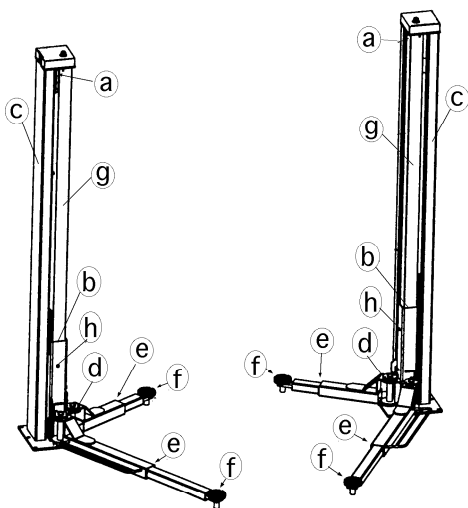
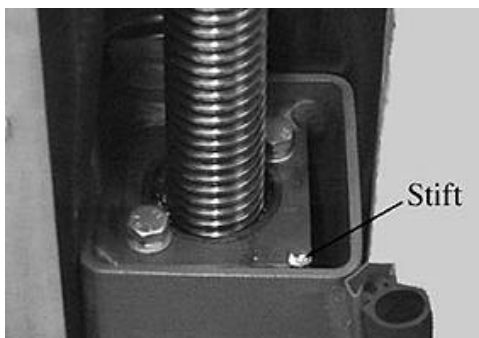
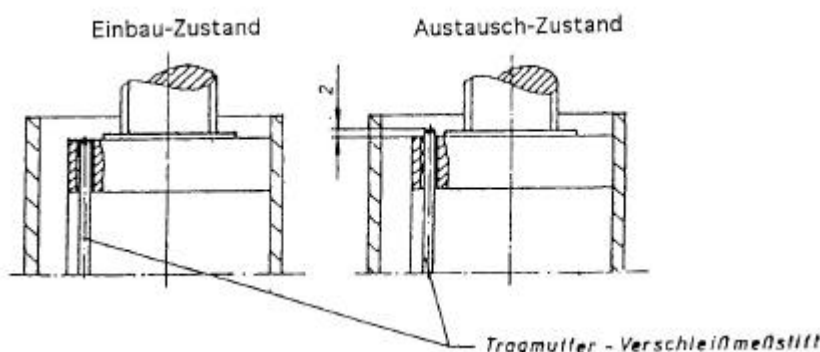

Bild.3: Schmierplan
Bild.10: Tragmutterstift
Bild.11:
- Optische Verschleißmessung: Zur Überprüfung der Tragmutter wird zunächst die Abdeckung von der Hubspindel (Bild 3, Pos.b) entfernt. In der Tragplatte ist ein Tragmutter-Verschleißmeßstift eingebaut (siehe Bild 10). Dieser muß mit der Oberkante der Tragplatte (im Hubschlitten oben) bündig sein (siehe Bild 11 Einbau-Zustand). Schaut der Stift 2 mm nach oben heraus (siehe Bild 11 Austausch-Zustand), so muß die Tragmutter zusammen mit der Folgemutter ausgetauscht werden.